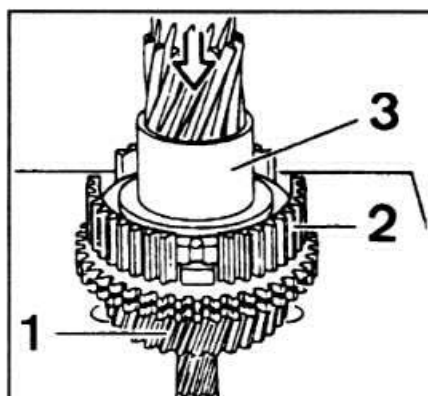

Рис. 6-14. Выпрессовка промежуточного вала:
- Снять кольцо, ступицу и блокирующее кольцо синхронизатора, шестерню III передачи и втулку игольчатого подшипника (рис. 6-14).